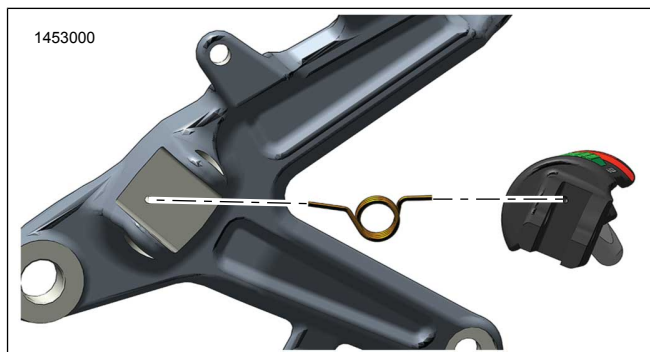
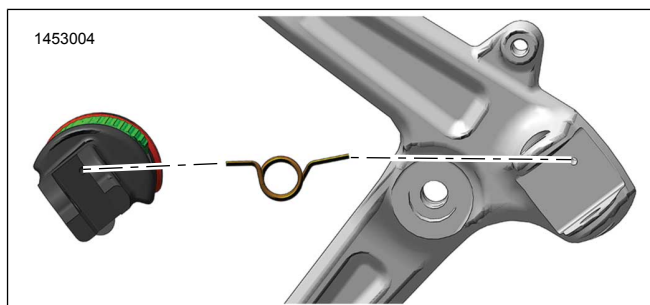

Рисунок 5. Расположение пружины возврата, справа
Рисунок 6. Расположение пружины возврата, слева
2. См. Рисунок 5 или Рисунок 6 . Расположите пружину возврата (В) в подножке в сборе.